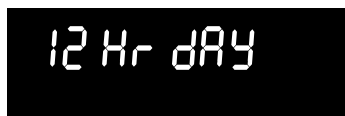

Fig. 4
2. Appuyez sur la touche SELF-CLEAN (autonettoyage) pour passer de « 12 Hr dAY » à « 24 Hr dAY » ou inversement (fig. 4 et 5).	self clean